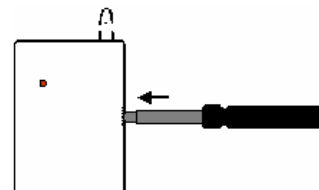

Рисунок 7
- Откройте крышку извещателя нажатием внутренней перемычки – см. рис. 7;